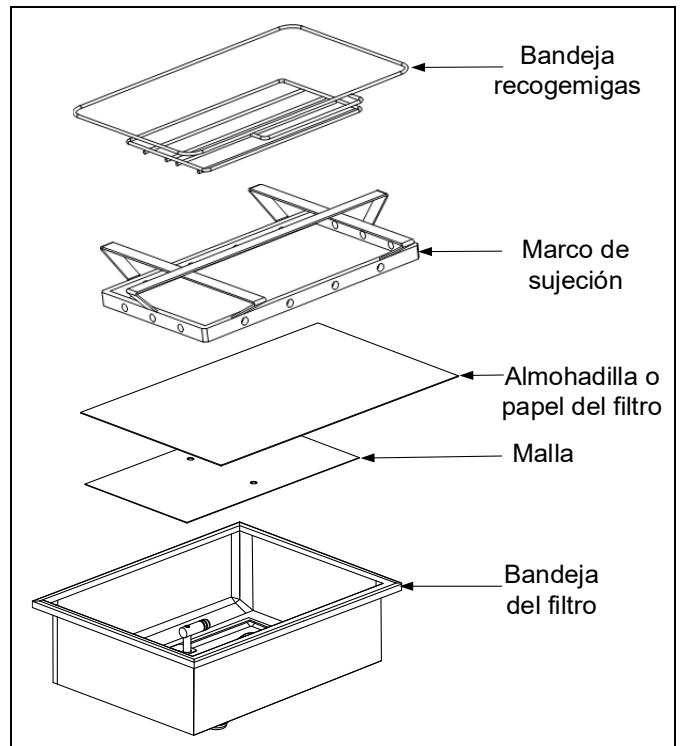

Figura 1
1. Extraiga la bandeja de filtrado del armario y retire la bandeja recogemigas, el marco de sujeción, el papel del filtro y la malla del filtro (véase la figura 1). Limpie todos los componentes con una solución de detergente y agua caliente y luego séquelos completamente.
3. A continuación, en orden inverso, coloque la malla de filtración metálica en el centro del fondo de la bandeja y ponga una hoja o almohadilla de filtro sobre la malla y asegúrese de que esta sobresalga por todos los laterales (véase la figura 1). Si utiliza una almohadilla de filtro, cerciórese de que el lado áspero quede hacia arriba y ponga la almohadilla sobre la malla, cerciorándose de que esta quede entre los bordes grabados de la almohadilla del filtro.